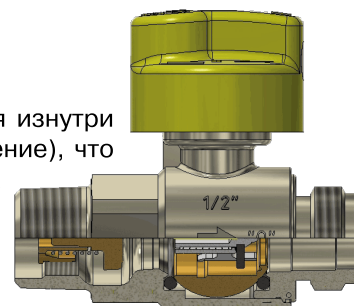

рис.2
- устройство толчково-поворотного типа для защиты от случайного открытия (рис.2):